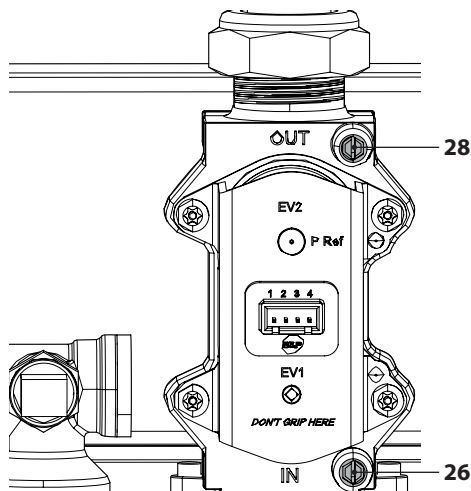

Рисунок 7.1
- Выключив котел (приведя его в нерабочее состояние), проверьте давление подачи газа при помощи отвода 26 в Рисунок 7.1 и сравните считанное значение со значениями, приведенными в таблице «Давление газа на подаче» в разделе раздел «Технические данные M300V.2025 SM» на стр. 26 и «Технические данные M300V.3035 SM» на стр. 29.
- Тщательно закройте отвод давления 26, см. Рисунок 7.1.